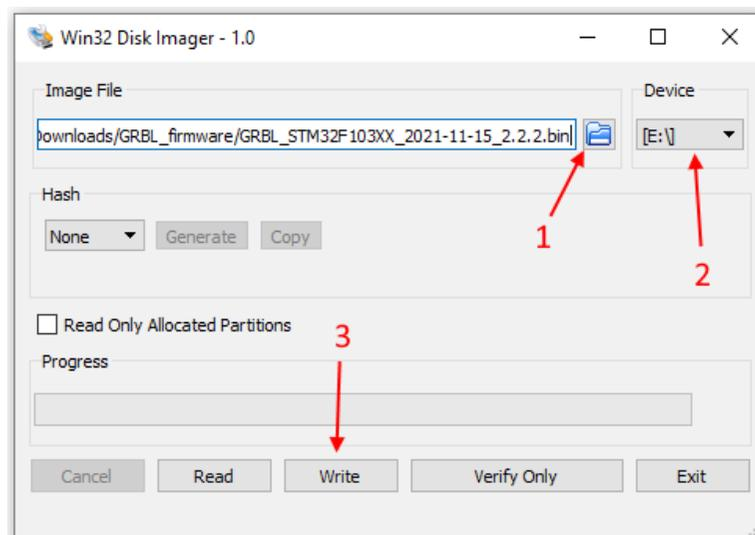

Рисунок 8: Обновление прошивки в Win32DiskImager
- Запустите программу Win32DiskImager. В поле *Image File* укажите путь к bin-файлу новой прошивки контроллера, в выпадающем списке *Device* укажите соответствующий Вашему контроллеру идентификатор устройства (рис. 8).